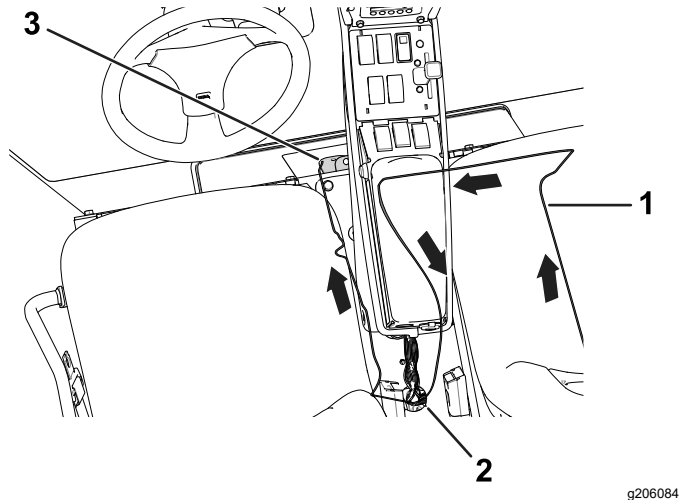
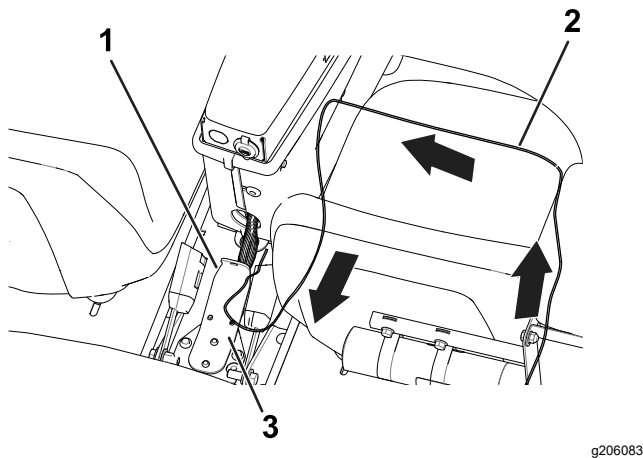

Рисунок 8
Рисунок 9
Проложите трубку вдоль установленного жгута проводки через отверстие в пульте (Рисунок 9).
Проложите трубку вдоль установленного жгута проводки через отверстие в пульте и к передней части основания сиденья (Рисунок 8).
4. Прикрепите трубки к установленному жгуту проводки с помощью кабельных стяжек (Рисунок 9 или Рисунок 8).